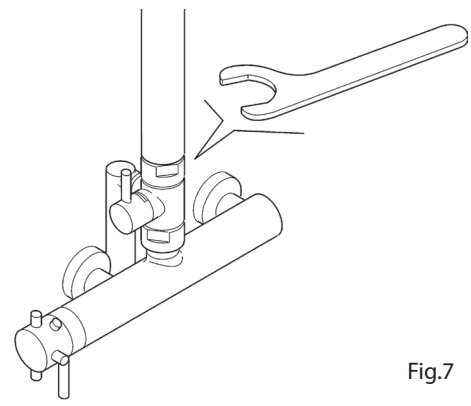

Fig.7
- 9) Completare il serraggio della ghiera inferiore (fig. 7) con la chiave in dotazione.
- 9) Das untere Gewinde (Abb. 7) mit dem mitgelieferten Schlüssel komplett anziehen.